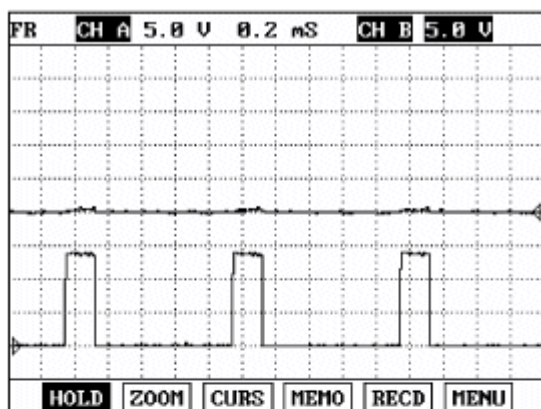

Рис.1
- Рис. 1) Форма сигнала при закрывании клапана управления турбулентностью на холостом ходу. Клемма 1 – положительная (+), клемма 2 – отрицательная (-).
Технические характеристики: обратитесь к разделу "Форма сигнала и данные", Рис.1 2.